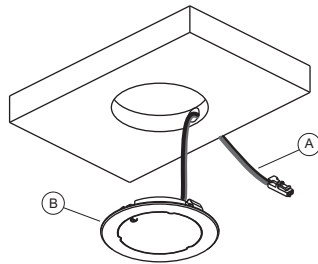

Fig 2
- Insert the power supply cable (A) into the hole and then install the light (B), applying light pressure until it is completely fitted as illustrated in figure 2.
- Das Netzkabel (A) in die Bohrung einführen, dann den Strahler vorsichtig bis zum Anschlag eindrücken (Abb. 2).